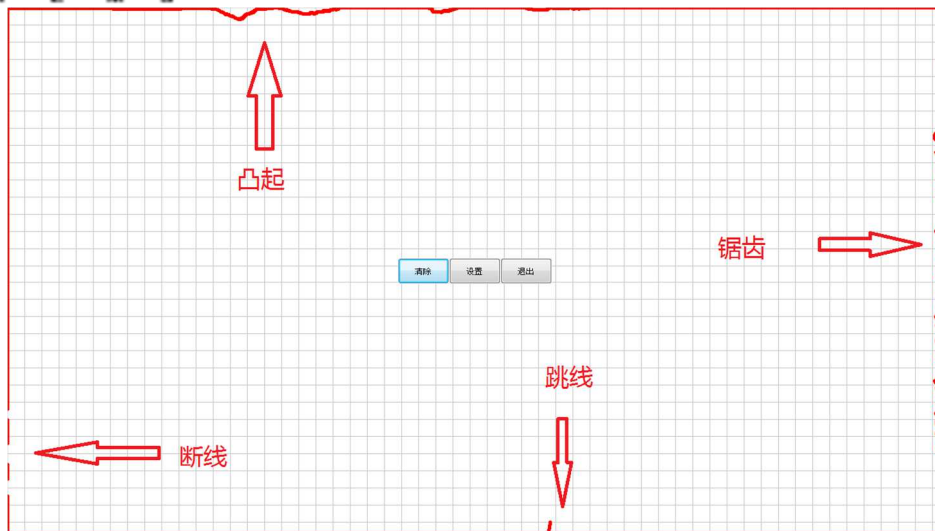

Figure 5.3
- ◆ 若出现断线、跳线、凸起、锯齿（图 5.3）以上任何一种现象均为 NG，需重新测试一次以验证触摸框是否正常，若仍有 NG 现象的触摸框则为不合格品